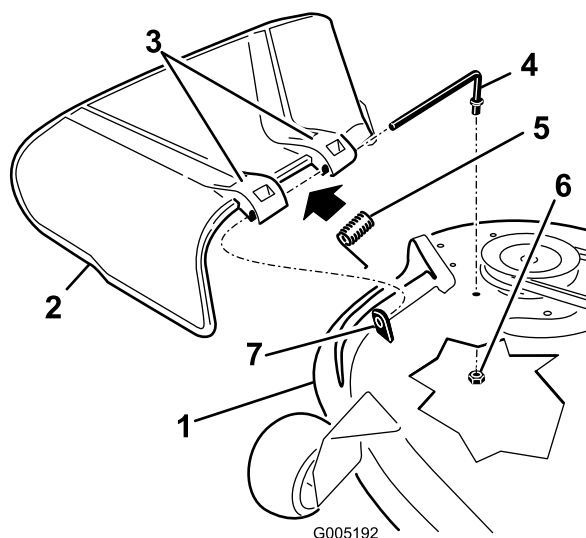

Figura 67
1. Togliete il dado ($\frac{3}{8}$ ") dall'asta sottostante il tosaerba (Figura 67).
2. Estraete l'asta dal distanziatore corto, dalla molla e dal deflettore dell'erba (Figura 67).
4. Riposizionate il deflettore dell'erba (Figura 67).
7. Fate scorrere l'asta attraverso la seconda staffa del deflettore dell'erba (Figura 67).
9. Fissate l'estremità posteriore dell'asta nel tosaerba con un dado ($\frac{3}{8}$ "), come mostrato in (Figura 67).